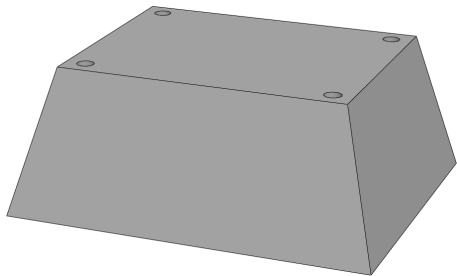

图 5-54 创建拔模特征
- (4) 单击【确定】按钮, 即可创建拔模特征, 如图 5-54 所示。